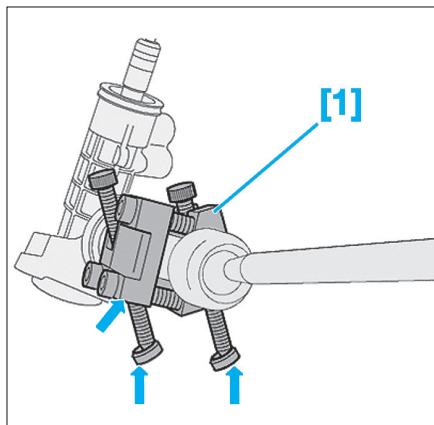

Fig. 13
- Mettre en place l'outil [1] sur la crémaillière, la plaque de l'outil côté denture et les appuis rotulés en partie basse (côté berceau) (Fig.13).